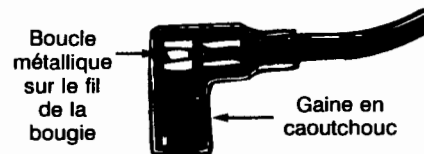

Figure 16
- Branchez le fil de la bougie sur cette dernière. Si une gaine en caoutchouc recouvre l'extrémité du fil de la bougie, assurez-vous que la boucle métallique, au bout du fil de la bougie (dans la gaine en caoutchouc), est bien fixée sur l'embout métallique de la bougie. Voir la figure 16.